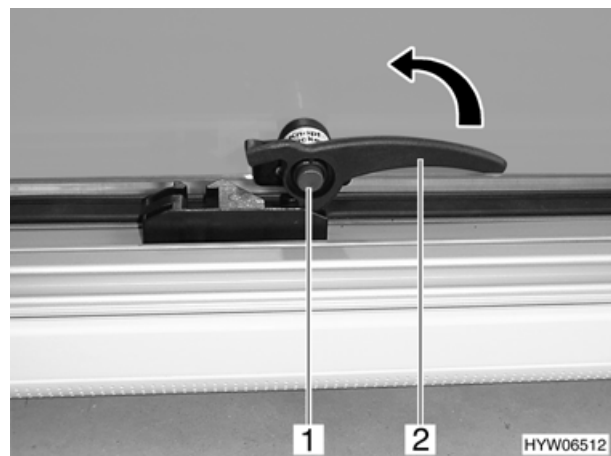

Bild 24 Ausstellfenster, Fenstergriff geschlossen
- ▷ Bei jeder Bedienung des Fenstergriffs muss der rote Sicherungsknopf (Bild 24,1) gedrückt werden.
- Sicherungsknopf (Bild 24,1) drücken.
- Fenstergriff (Bild 24,2) senkrecht stellen.
- fest verschlossen (Bild 24).